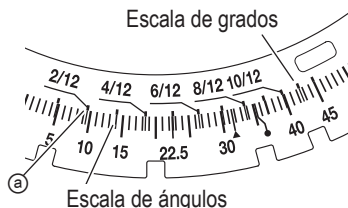

Fig. 31
- (1) Desbloquee la mesa de inglete levantando la empuñadura de bloqueo de inglete.
- (2) Mientras presiona levemente hacia abajo la palanca de parada en positivo para que se acople la palanca de retención, agarre la empuñadura de bloqueo de inglete y rote la mesa a izquierda o derecha hasta el ángulo deseado.
- (3) Una vez logrado el ángulo de inglete deseado, presione hacia abajo la empuñadura de bloqueo de inglete para fijar la mesa en su sitio.
- (4) Si el ángulo de inglete deseado es una de las nueve paradas en positivo indicadas debajo, consulte la sección de la palanca de retención de inglete en la página 92.
- (5) Use la luz LED y coloque la pieza de trabajo sobre la mesa para la alineación previa de su corte.
- (6) La escala de ingletes (Fig. 31) indica tanto el ángulo de corte de la escala de ángulos como el gradiente en la escala de ángulos.
- (8) Por lo tanto, para cortar una pieza de trabajo con un grado de 2/12, ajuste el indicador (a) la posición a como se indica en la Fig. 31.